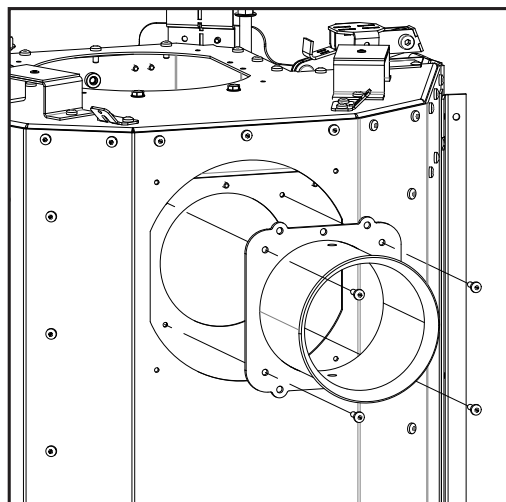

Figure 66: Fixation du robinet d'échappement
10. Fixez le robinet d'échappement à l'endroit où la plaque de blocage a été retirée (voir la Figure 66).